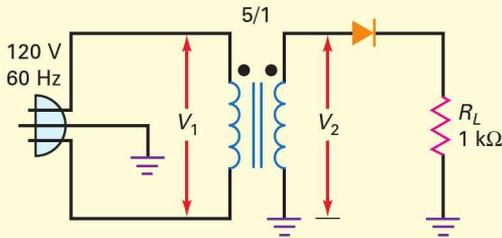

Figure 4.5
Quelles sont les valeurs crête et moyenne de la tension sur la charge du circuit représenté par la figure 4.5 ?
4.2 Avez-vous compris ? Sur la figure 4.5, le rapport de transformation passe à 2/1. Calculer à nouveau les valeurs des tensions de crête et moyenne sur la charge.